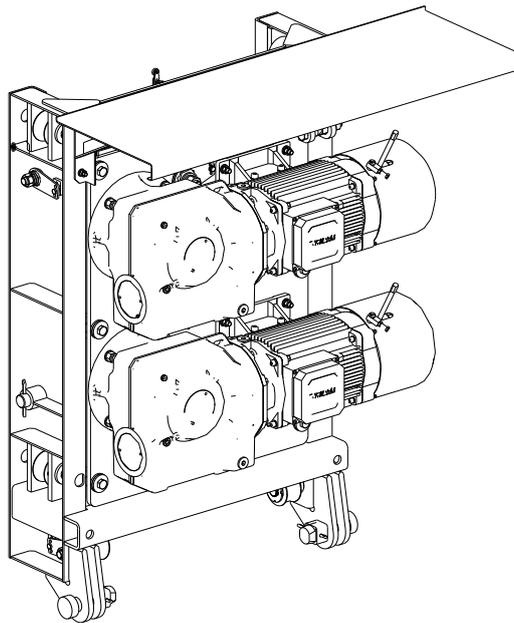

图1.3-8 驱动系统与吊笼连接
- (1) 将驱动体吊装至吊笼上方，调整好驱动体驱动齿轮与齿条的间隙、各滚轮与主弦管的间隙、背轮与齿条背面的间隙等；
- (2) 缓慢放下驱动体，用传感销（重力传感器）连接驱动体与吊笼的连接耳板，如图1.3-8所示；
- (3) 调节吊笼双滚轮、侧滚轮与主弦管的间隙，注意保护好传感销的信号引出线，避免压坏。